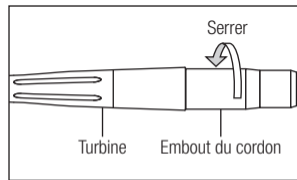

Fig. 3
- 1) Insérez la turbine dans le connecteur du cordon et serrez l'embout du cordon. (Fig. 3)